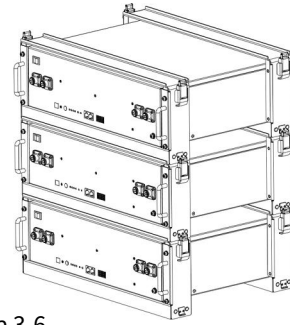

Figura 3-6
4. Apile la cantidad requerida de batería y soporte. combinaciones como se describe arriba y abroche las hebillas superior e inferior. Como se muestra en la Figura 3-6.